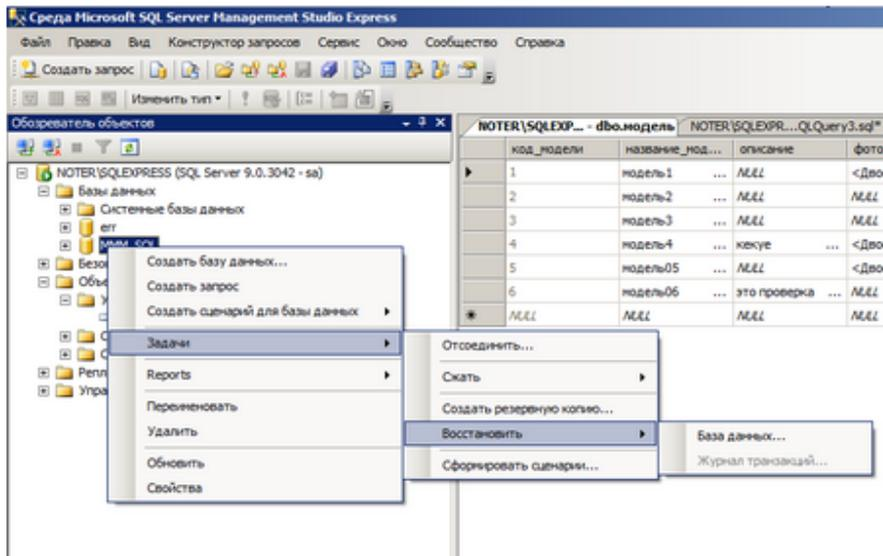

Рисунок 6 – Восстановление БД
- В обозревателе объектов вызовите контекстное меню на вашей БД и выберите задачу восстановления базы данных (см. рисунок 6).